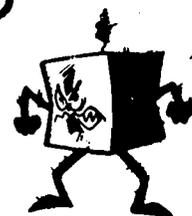

Fig.6
- FIG. 6 - AS CONEXÕES EXTERNAS À PLACA - O Circuito Impresso ainda é visto pelo lado **não cobreado** (porém “limpo” dos componentes “de superfície”, para não “embananar o visual”...). Os pontos que exigem a maior atenção: conexões da alimentação (cuidado com a **polaridade**, como sempre codificada pelas **cores** dos fios que provém do “clip” da bateria...), ligações dos dois LEDs (atenção à perfeita identificação dos seus terminais...) e - principalmente - a cabagem à chave rotativa (qualquer dúvida, o Leitor/“Aluno” deve retornar à fig. 3, observando com muito cuidado a identificação e “número” de cada terminal, principalmente se o “modelo real” da chave utilizada diferir um pouco do mostrado nas figuras...). Notem que a cabagem às garrinhas “jacaré” (conexões RX de medição...) pode ser um pouco mais longa de modo a facilitar a utilização do conjunto, porém os fios à chave rotativa, potenciômetro, bateria e chave geral, não devem ser muito longos, pois isso, além de tornar a montagem “deselegante”, costuma gerar problemas de
- **FIG. 6 - CONEXÕES EXTERNAS À PLACA E ACOMODAÇÃO FINAL DA MONTA-**